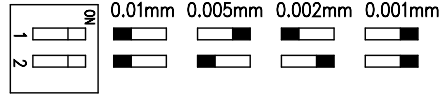

Abb. 9: DIP-Schalter-Einstellungen
- Einstellung am DIP-Schalter entsprechend Abb. 9 vornehmen.
Das Gerät initialisiert sich selbsttätig nach dem Einschalten. Die 'POWER'-Leuchtdiode auf der Oberseite des Gerätes leuchtet. (siehe Abb.9)